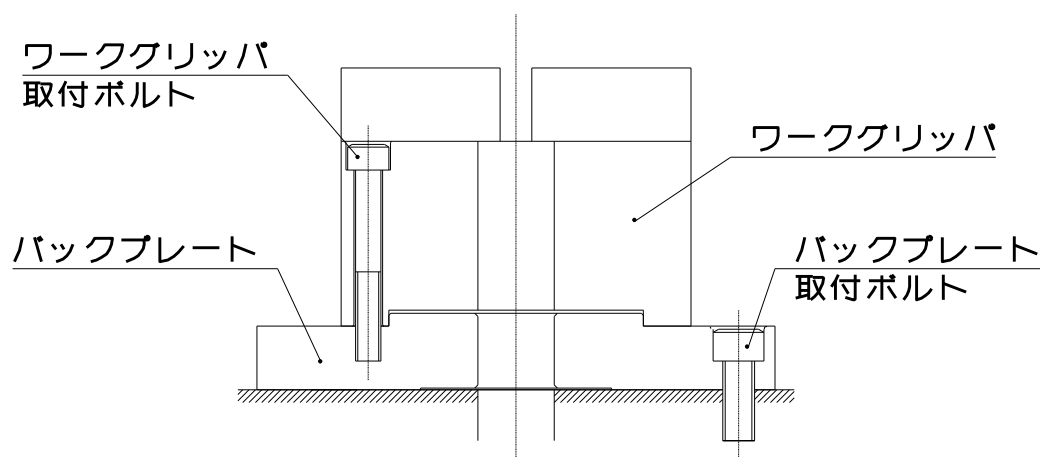

図 7
- ワークグリッパボデー表面にロケータや治具を取り付ける場合は、図 7 に示す追加工範囲内に穴明けを行ってください。